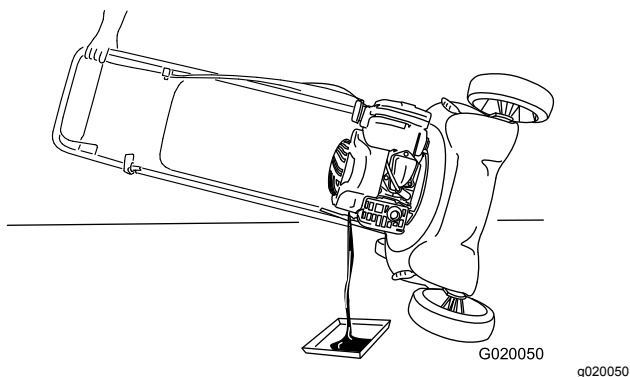

Figura 21
- 4. Ponga la máquina de lado (de modo que el filtro de aire quede hacia arriba) para drenar el aceite usado a través del tubo de llenado de aceite (Figura 21).